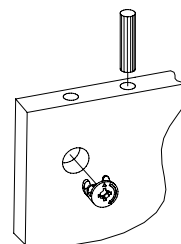

Рис.2
2. Вставьте головки минификсов и шканты в детали 2, 3 (Рис. 2).